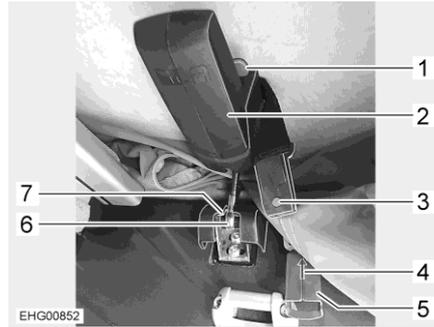

Fig. 35 Verrouillage, toit relevable à l'arrière (C 530)
- Ficher le goujon (Fig. 35,6) dans la fixation (Fig. 35,7).
- Pousser la poignée noire (marquage SCA) (Fig. 35,2) vers le haut.
- Pousser le levier rouge (Fig. 35,1) vers le bas. Cela verrouille la poignée noire (marquage SCA) (Fig. 35,2).
- Fermer la houssette (Fig. 35,5) des deux côtés. Assembler pour ce faire les deux parties de la houssette et les faire se superposer dans le sens de la flèche (Fig. 35,4).